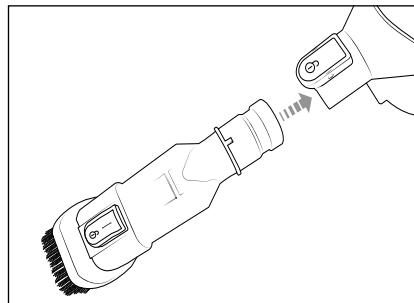

Abb. 8
- Schieben Sie die 2-in-1 Kombibürste 8 auf die Saugöffnung des Gerätes, bis sie hörbar einrastet (siehe Abb. 8).